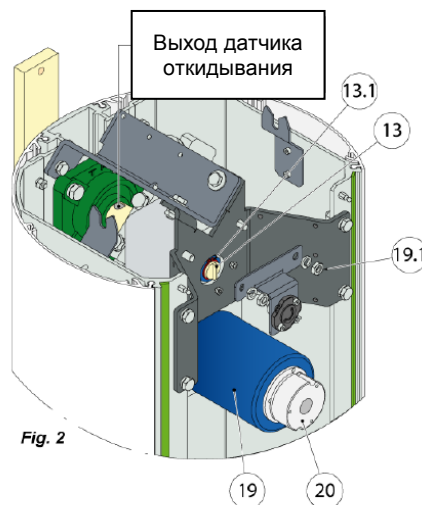

Fig. 2
- Снять верхнее крепление пружины (рис. 2).
- Отсоединить провода, соединяющие мотор-редуктор (19) и тормозную муфту (20) с платой PLA1401.
- Снять модуль обнаружения автотранспорта, состоящий из кронштейна (9) и датчика (9.1).